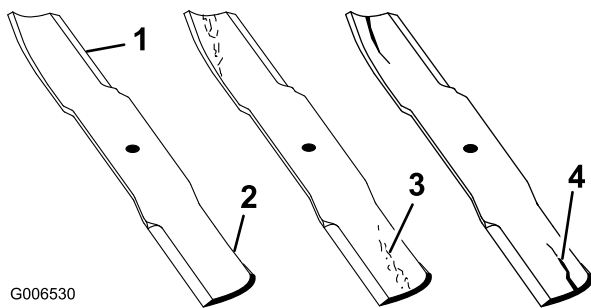

Bild 64
1. Untersuchen Sie die Schnittkanten (Bild 64). Entfernen und schärfen Sie die Messer, wenn die Schnittkanten nicht scharf sind oder Auskerbungen aufweisen. Siehe „Schärfen der Messer“.
2. Prüfen Sie die Schnittmesser, insbesondere den gebogenen Bereich (Bild 64). Wenn Sie Schäden, Verschleiß oder Rillenbildung in diesem Bereich feststellen (Bild 64), sollten Sie sofort ein neues Schnittmesser einbauen.